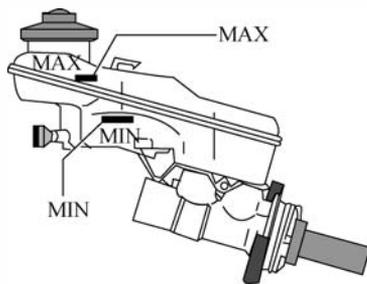

图 2-41 检查离合器油页面高度
检查离合器油的液面高度	<p>(1) 检查储液罐中制动液液位是否处于 MIN 与 MAX 线之间, 如图 2-41 所示。</p> <p>(2) 如果制动液液位低于 MIN 线, 检查是否泄漏。如无泄漏, 则给储液罐加注制动液至规定高度</p>